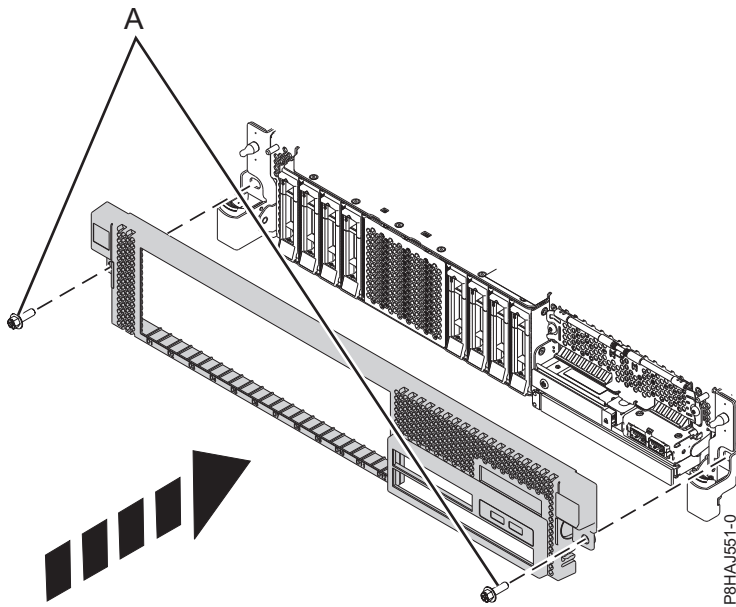

Figure 62. Installation du capot avant
3. Appuyez sur les loquets dans le sens indiqué dans la figure 62, à la page 104. Le capot avant se met en place ; il est doté d'un renforcement permettant de le tenir plus facilement.
4. Remettez en place les vis de transport (A).